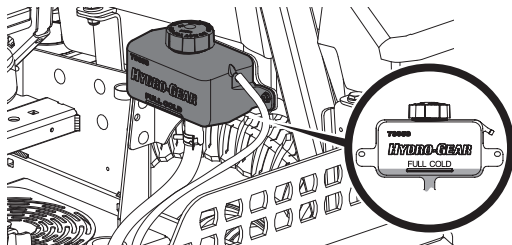

Figure 38
2. Tournez le bouchon du réservoir dans le sens antihoraire pour le retirer, puis vérifiez le niveau d'huile dans le réservoir. L'huile doit être visible au fond de la coupelle, mais le niveau d'huile ne doit PAS être supérieur à la ligne « FULL COLD » (Figure 38). **NE REMPLISSEZ PAS LE RÉSERVOIR.**